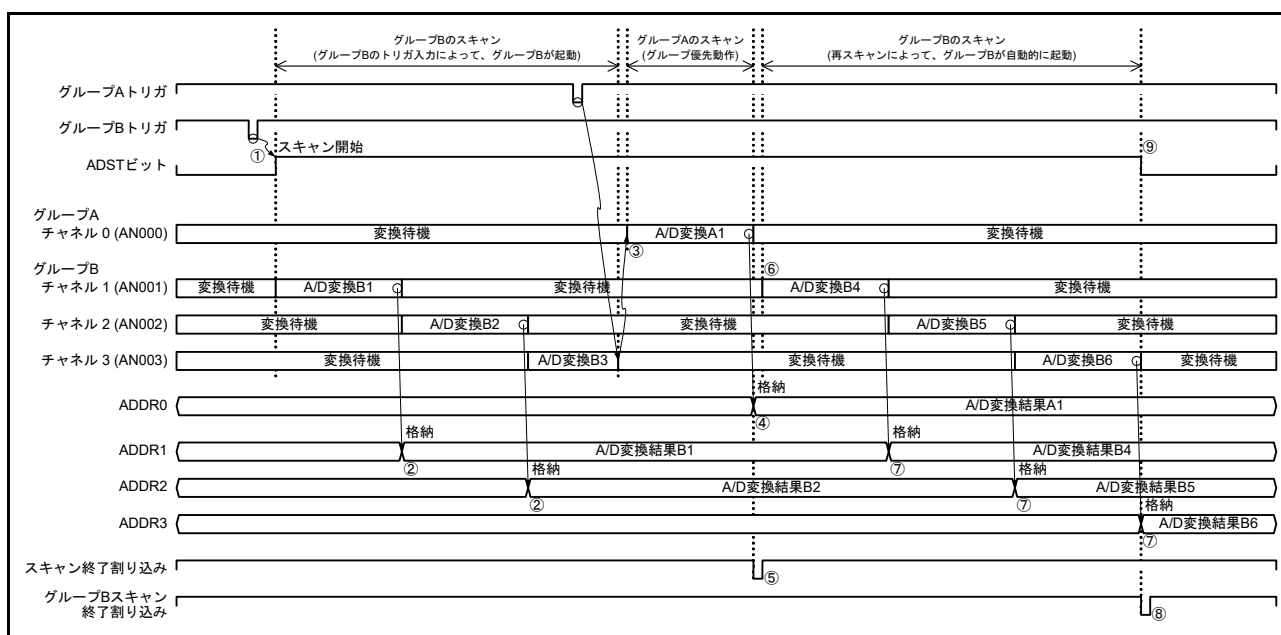

図 42.28 グループ優先動作の例 1 「グループ B スキャン中のグループ A トリガ入力」再スキャンあり (ADGSPCR.GBRSCN = 1、ADGSPCR.GBRP = 0、ADGSPCR.LGRRS = 0 設定時)
- (1) グループ B のトリガ入力によって ADCSR.ADST ビットが“1” (A/D 変換開始) になると、ADANSB0、ADANSB1 レジスタで選択したアナログチャンネルを ADSCSn レジスタで設定した変換順序に沿って A/D 変換を開始します (図 42.28 のチャンネル変換順序設定: AN000 → AN001 → AN002 → AN003)。
- (2) チャンネルの A/D 変換が終了すると A/D 変換結果は対応する A/D データレジスタ (ADDRy) に格納されます。
- (3) グループ B のスキャン中に、グループ A のトリガが入力されると、ADCSR.ADST ビットを“1”に保持したまま、グループ B のスキャンを中断し、ADANSA0、ADANSA1 レジスタで選択したアナログチャンネルを ADSCSn レジスタで設定した変換順序に沿ってグループ A のスキャンを開始します。
- (4) チャンネルの A/D 変換が終了すると A/D 変換結果は対応する A/D データレジスタ (ADDRy) に格納されます。
- (5) ADCSR.ADIE ビットが“1” (スキャン終了割り込みを許可) に設定されていると、スキャン終了割り込み要求が発生します。
- (6) ADGSPCR.GBRSCN ビットが“1” (グループ優先動作で中断されたグループの再スキャンをする) に設定されていると、ADCSR.ADST ビットを“1”に保持したまま、ADANSB0、ADANSB1 レジスタで選択したアナログチャンネルを ADSCSn レジスタで設定した変換順序に沿って再度グループ B のスキャンを開始します。
- (7) チャンネルの A/D 変換が終了すると A/D 変換結果は対応する A/D データレジスタ (ADDRy) に格納されます。
- (8) ADCSR.GBADIE ビットが“1” (グループ B のスキャン終了割り込みを許可) に設定されていると、グループ B スキャン終了割り込み要求が発生します。
- (9) ADCSR.ADST ビットは、すべてのスキャンが終了すると自動的にクリアされ、12 ビット A/D コンバータは待機状態になります。